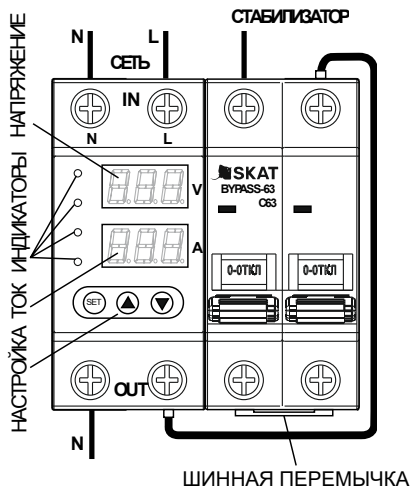
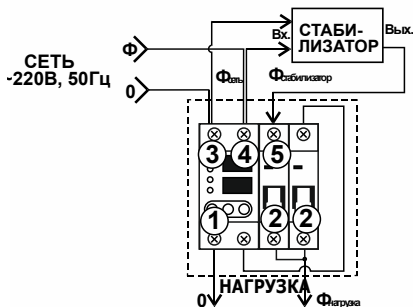

Рисунок 1 - Внешний вид изделия.
Рис. 2.
Изделие выполнено в пластиковом корпусе (см. рис. 1).
При наличии питающей сети светится нижний светодиодный индикатор зелёного цвета и изделие измеряет напряжение и ток на клеммах (3) и (4) (см. рис. 2). Их значения отображаются на верхнем (вольты) и нижнем (амперы) цифровых дисплеях (см. Рис. 1). Выберите источник питания нагрузки (левый переключатель байпаса вверх – стабилизатор, правый – сеть):
Отключите питающее напряжение. Подключите **ноль нагрузки** к контакту (1), а **фазу нагрузки** к любому из контактов байпаса (2), объединённых шинной перемычкой, (см. рис. 2). Подключите **фазу выхода стабилизатора** к контакту (5), **ноль выхода стабилизатора** общий со всей нулевой шиной.